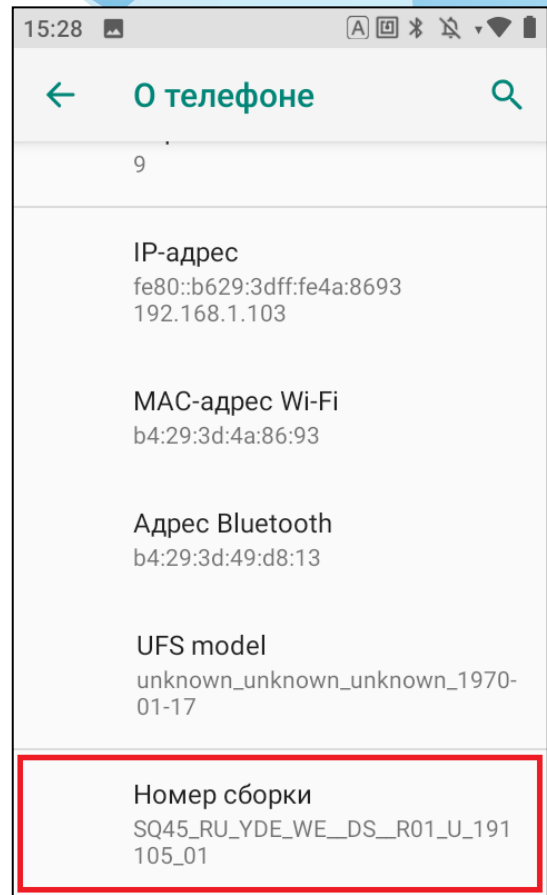

Рис. 4.8 - Номер сборки
- 2) Нажать 7 раз на кнопку «Номер сборки» (Рис. 4.8);